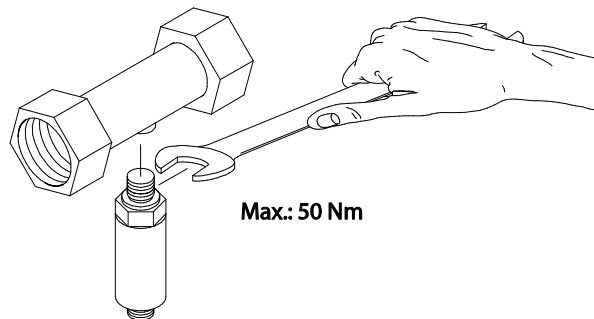

Abb. 6.1: Montage Drucksensor
Den Drucksensor (5) an der Systemunterseite in die dafür vorgesehene Gewindebohrung eindichten und vorsichtig einschrauben. Drucksensor (5) nur am Kopf (G 1/8 Zoll Anschluss) mit einem Gabelschlüssel anziehen (siehe Abbildung 6.1).